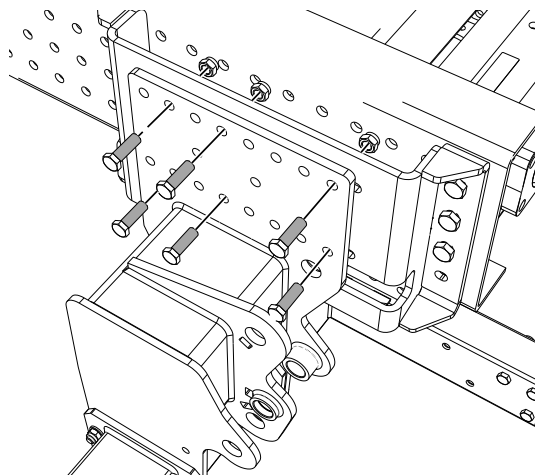
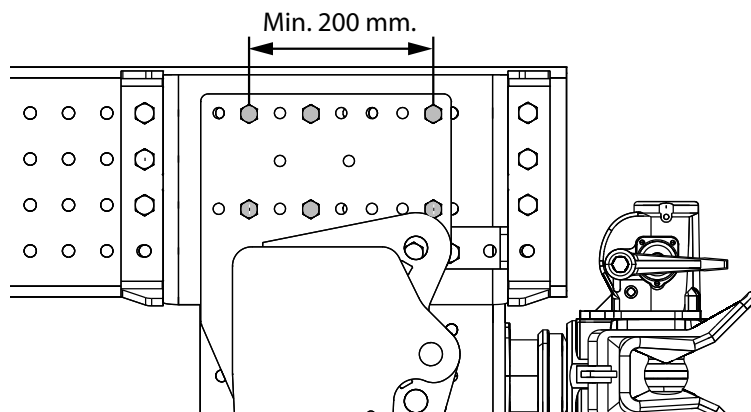

Bild 27. Montera lyftstommen med minst 3 skruvar M14x45 10.9 i övre resp. undre hålraden.
Bild 28. Avståndet mellan de yttre skruvarna måste vara minst 200 mm.
8. Passa in och montera lyftstommen mot ramfästena. Montera med minst 3 skruvar M14x45 10.9 i övre resp. undre hålraden. Avståndet mellan de yttre skruvarna måste vara minst 200 mm., se Bild 28. Montera med mutter på fästets insida, se Bild 27. Ramfästernas spårformade hål möjliggör finjustering av lyftens läge. Finjustera vid behov innan skruvarna dras åt.